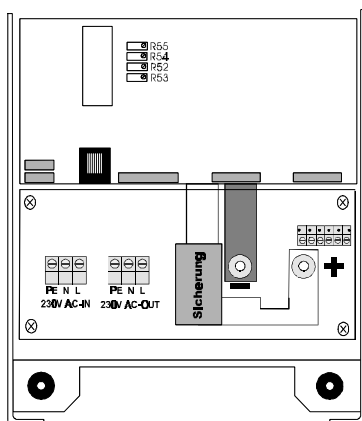

Abbildung 9
- Regulieren Sie die Leerlauf-Gleichspannung mit dem Potentiometer R53 auf den gewünschten Wert ein; siehe Abbildung 9. Die Leerlauf-Gleichspannung kann nur bei voller Batterie eingestellt werden.
- Regulieren Sie die Ausgleichsspannung mit Potentiometer R54 auf den gewünschten Wert ein; siehe Abbildung 9.
Die Ausgangsspannung des Umformers ist standardmäßig auf 230 Vac abgestimmt. Mit Hilfe des Potentiometers R52 (siehe Abbildung 9) kann die Ausgangsspannung zwischen ca. +5 % und -20 % verändert werden.